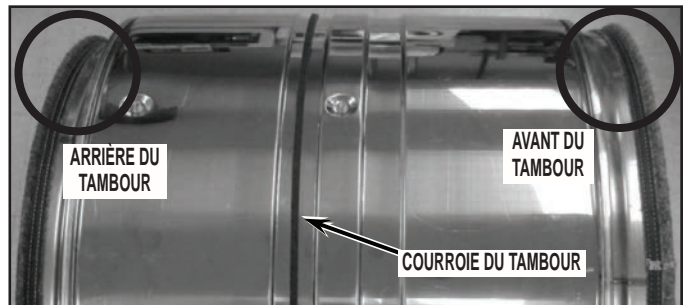

FIGURE 17
**IMPORTANT :** En prévision du remontage, noter la position de la courroie du tambour, et l'orientation avant/arrière; l'ouverture de l'avant du tambour est plus grande que l'ouverture de l'arrière du tambour; voir la *Figure 17*.
- Pour la réinstallation du tambour, voir la *Figure 17* au sujet de l'orientation correcte du tambour (avant/arrière).